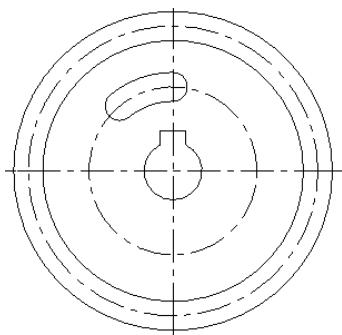

图 4-64 旋转图素
- ④ 系统弹出“旋转”对话框，在对话框中选中“移动”按钮，在角度输入框中输入 90，并单击对话框中的“应用”按钮，即可完成旋转操作，结果如图 4-64 所示。